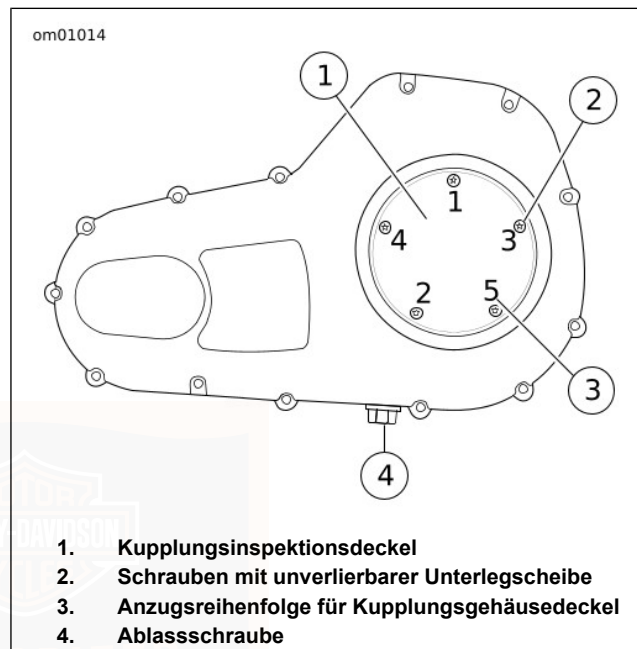

Abbildung 55. Primärkettengehäuseabdeckung
3. Siehe Abbildung 55. Den Kupplungsinspektionsdeckel vom Primärkettengehäusedeckel entfernen.
2. Siehe Abbildung 55. Den Kupplungsinspektionsdeckel vom Primärkettengehäusedeckel entfernen.
9. Siehe Abbildung 55. Den Kupplungsinspektionsdeckel einbauen. Die Schrauben in der dargestellten Reihenfolge auf ein Drehmoment von 9,5–12,2 N·m (84–108 **in-lbs**) anziehen.